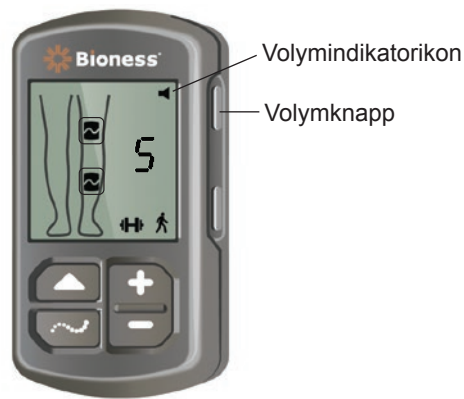

Bild 4-10: Volymknapp på styrenhet
1. Tryck på volymknappen på styrenheten. Se bild 4-10. Volymikonen i det övre högra hörnet på den digitala skärmen försvinner.
1. Tryck på volymknappen på styrenheten. Se bild 4-10. Volymikonen i det övre högra hörnet på den digitala skärmen visas.